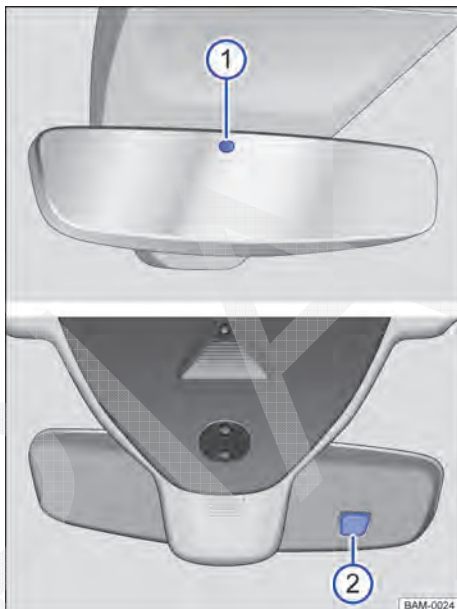

Fig. 115 No para-brisa: espelho retrovisor interno com antiofuscante automático.
- ◀ Com a ignição ligada, os sensores medem a incidência de luz de trás → Fig. 115  e da frente .